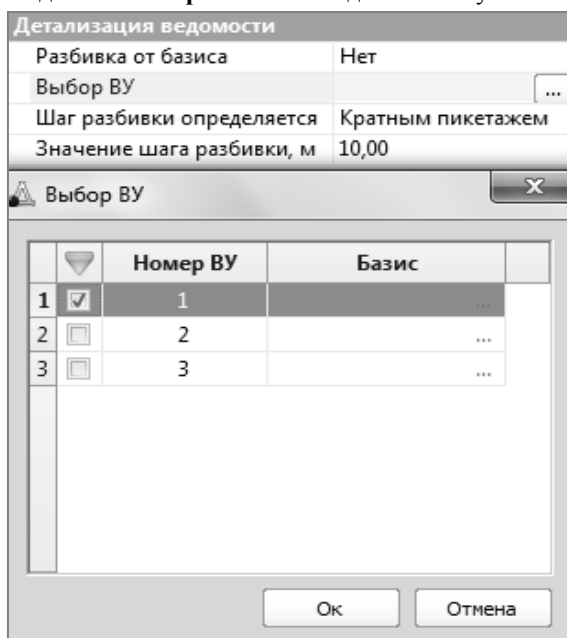

Рис. 9.11
- В группе **Детализация ведомости** сделайте выбор закругления, для которого выполняется разбивка (рис. 9.11).